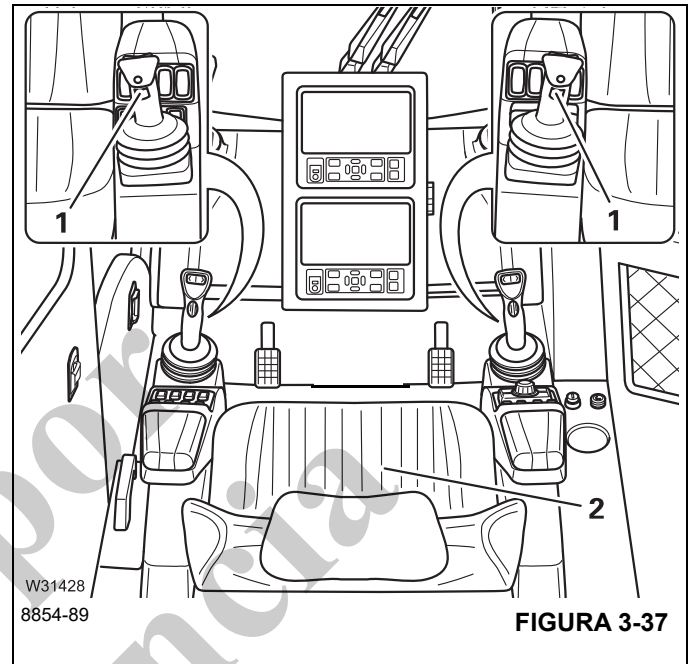

FIGURA 3-37
- Active el interruptor de asiento (2), (Figura 3-37) o el interruptor de hombre muerto (1), (Figura 3-37).